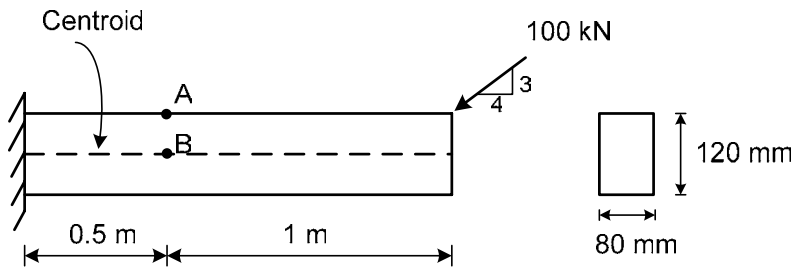

Figure 3
3. Calculate the principal stresses and their orientation at points A and B for the cantilever beam shown in Figure 3 (25 points).
3. Calculez les contraintes principales et leur orientation aux points A et B pour la poutre en porte-à-faux illustrée à la Fig. 3 (25 points).